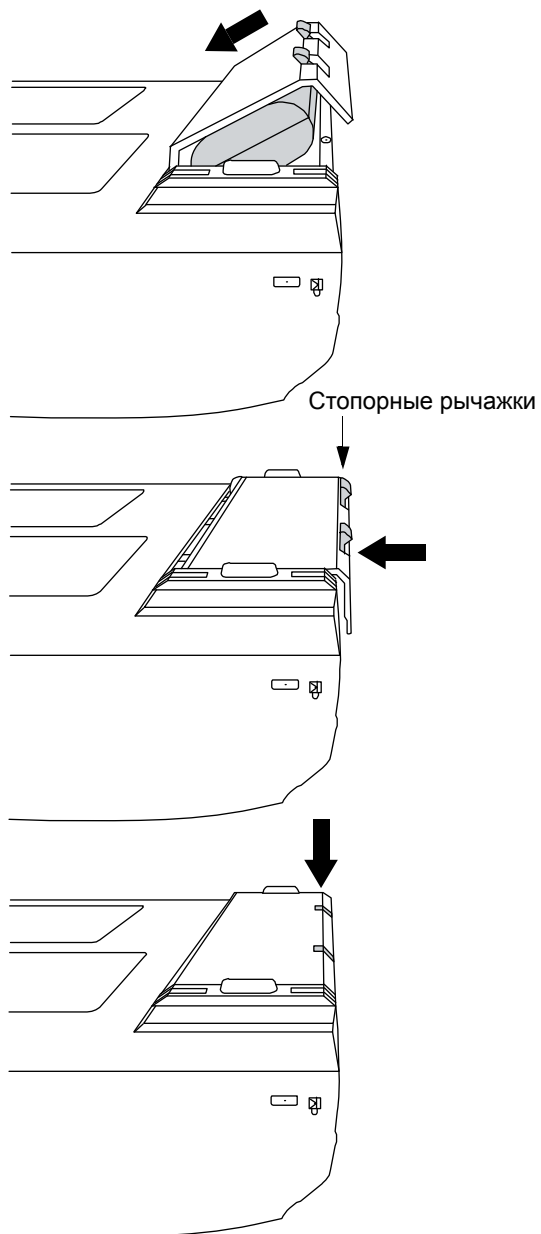

Рис. 2-3 Установка аккумулятора
- 3 Поместите аккумулятор в аккумуляторный отсек под небольшим углом. См. рис. 2-3 на стр. 2-4.